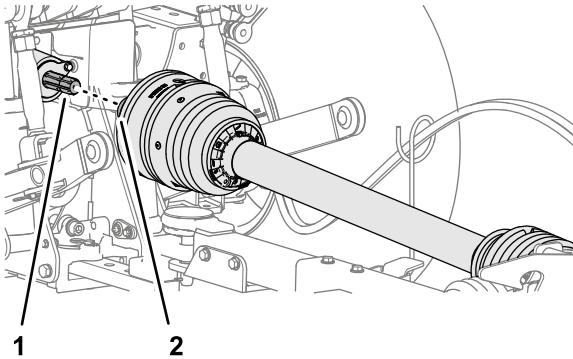

Figura 24
1. Allineate il giunto ad innesto rapido dell'albero di trasmissione della PDF con l'albero di uscita della PDF (Figura 24).